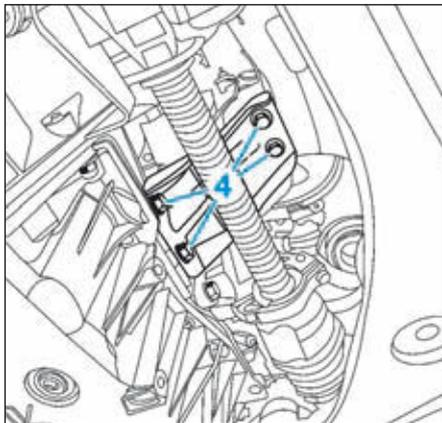

FIG.45
- les vis (4) du support du conduit de sortie du turbocompresseur (Fig.45),